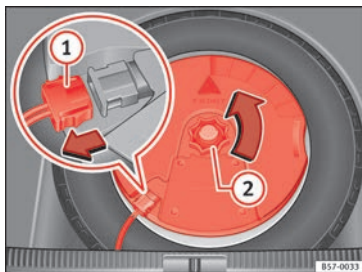

Fig. 256 Nel bagagliaio: smontare il subwoofer.
– Scollegare il cavo dell'altoparlante subwoofer » fig. 256 (1).
– Ruotare la rotella di fissaggio in senso antiorario (2).